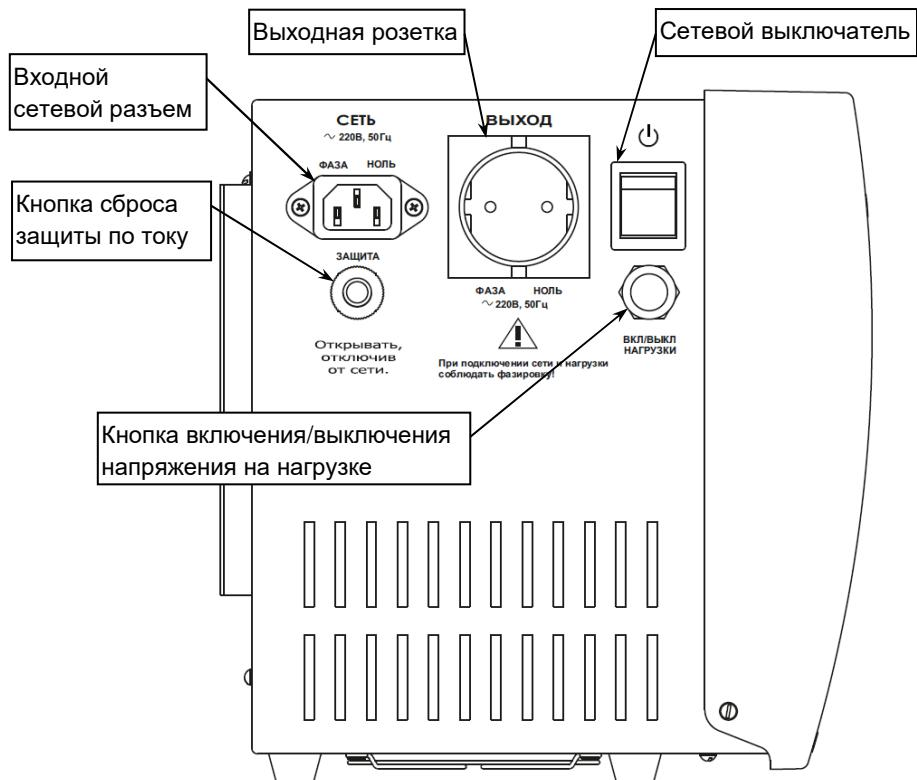

Рисунок 2 — Вид изделия слева
На левой стенке корпуса изделия размещены: входной сетевой разъем, автоматический предохранитель с кнопкой сброса защиты при его срабатывании, выходная розетка, сетевой выключатель и кнопка включения/выключения выходного напряжения на нагрузке (см. рисунок 2).
- Включить изделие, установив сетевой выключатель в положение «ВКЛЮЧЕНО» (I). При наличии входного сетевого напряжения в допустимом диапазоне (см.п.2 таблицы 1), изделие включит графический индикатор, заряд АКБ и подаст напряжение на нагрузку в режиме «ОСНОВНОЙ»;
- Чтобы выключить изделие, необходимо установить сетевой выключатель изделия в положение «ВЫКЛЮЧЕНО» (O) и длительно (до звукового сигнала) нажать кнопку включения/выключения напряжения на нагрузке (см. рисунок 2). Изделие выключит графический индикатор, заряд АКБ и напряжение на нагрузке.
Длительно, до звукового сигнала нажмите кнопку (см. рисунок 2) изделие выключит выходное напряжение, все сегменты индикатора погаснут.
Переключите сетевой выключатель в положение «ВЫКЛЮЧЕНО» (О). Длительно, до звукового сигнала нажмите кнопку (см. рисунок 2). Прозвучит четырехкратный бип-сигнал, сегмент  **РЕЗЕРВ** индикатора включится, изделие перейдет в режим питания нагрузки от АКБ («РЕЗЕРВ»).